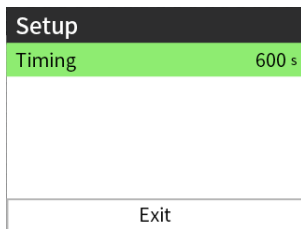
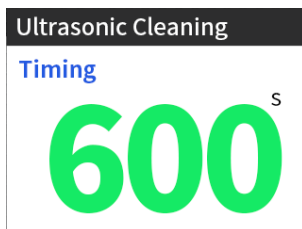

Рис. 5.12
Рис. 5.13
4. Выберите [Ultrasonic cleaning] в главном меню и установите необходимое время (по умолчанию время очистки составляет 600 секунд), смотри рис. 5.12. Нажмите кнопку [Run], рабочий интерфейс представлен на рис. 5.13.